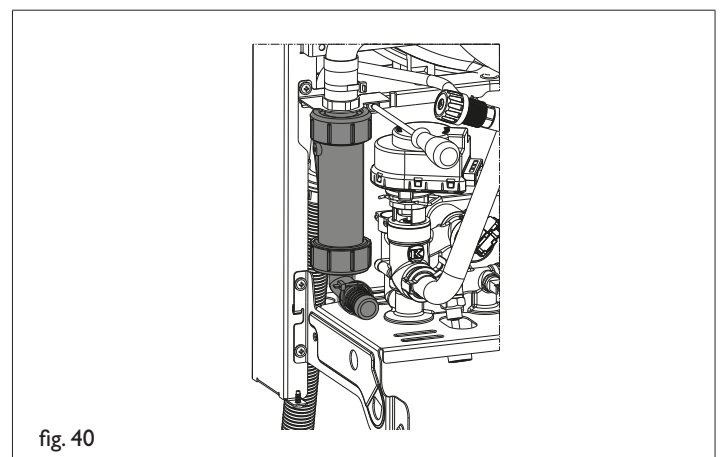

fig. 40
- Svitare le due viti che fissano la staffetta al telaio della caldaia (fig. 40)
- Rimuovere il dado che fissa il sifone alla staffetta e separare i due componenti (fig. 40).